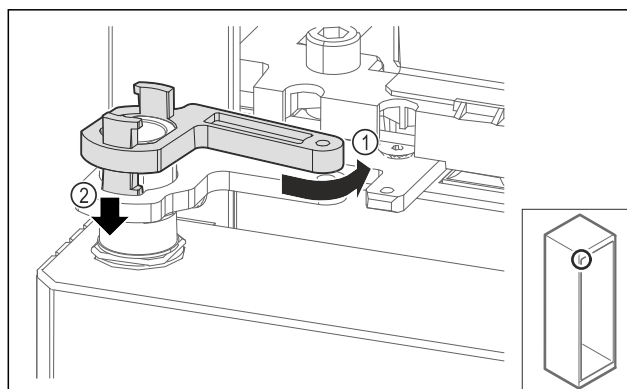

Fig. 63
- Girar ligeramente el bloqueo del soporte de cojinetes hacia atrás Fig. 63 (1), presionarlo hacia abajo Fig. 63 (2) y bloquearlo en el ángulo de bisagra.